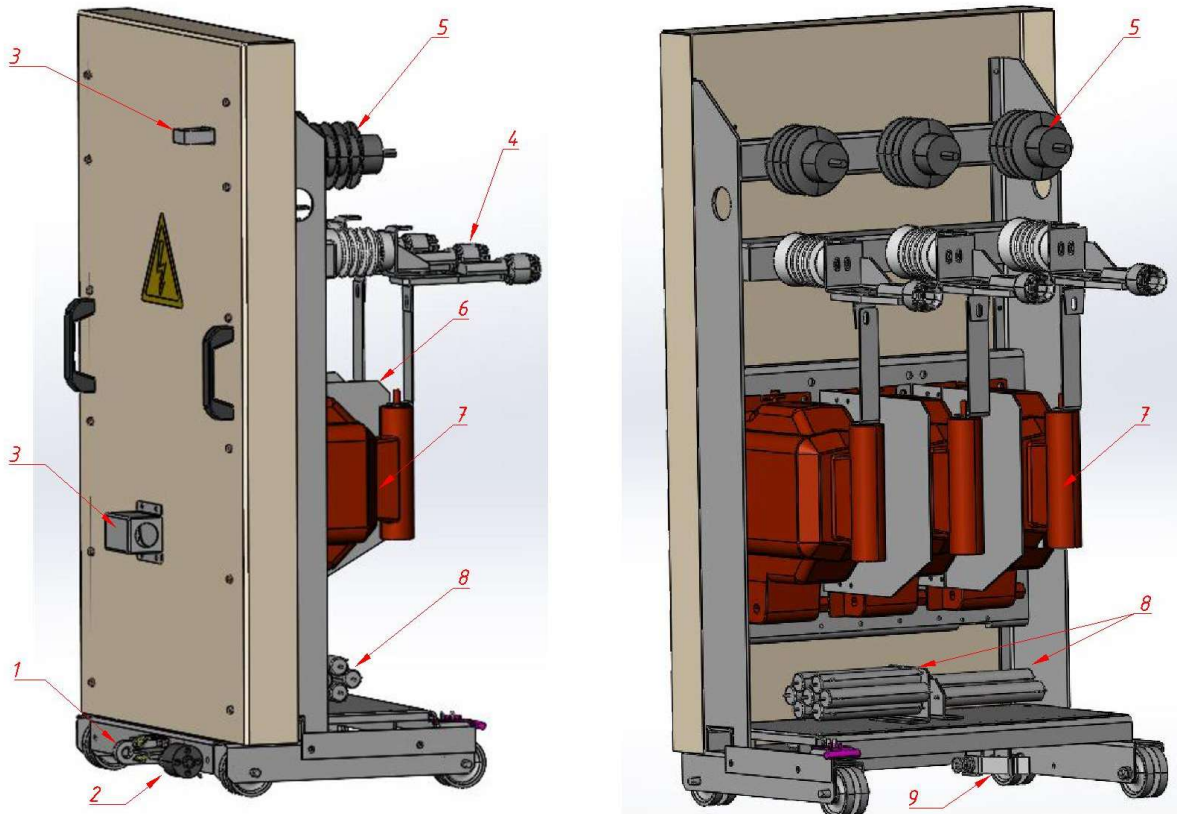
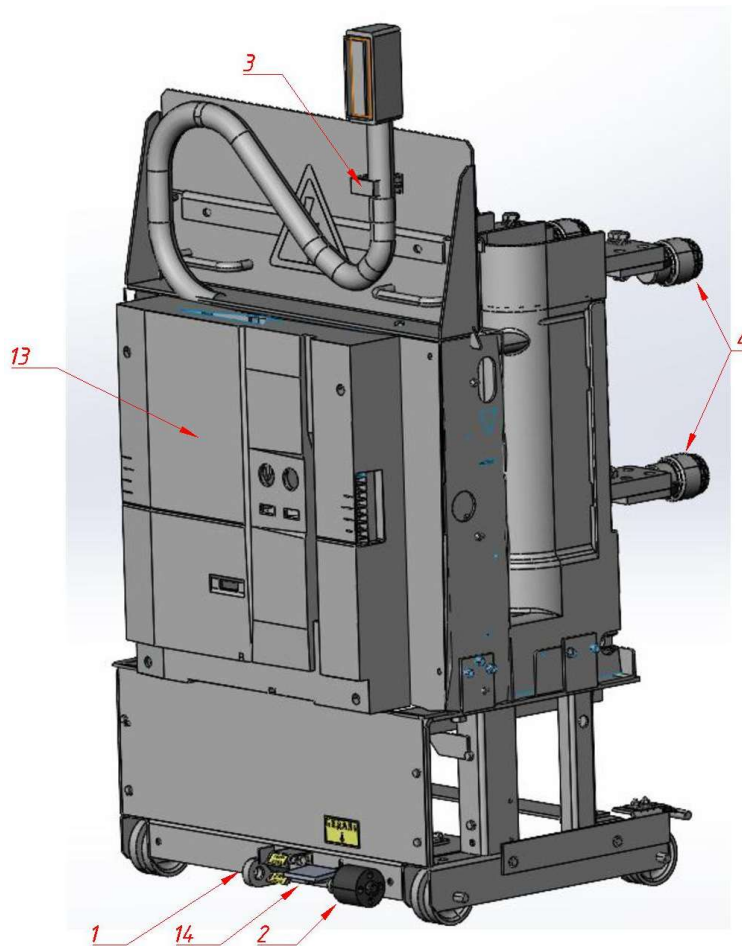

Рисунок 4.3 — Викотний елемент трансформатора напруги
Рисунок 4.5 — Викотний елемент з вакуумним вимикачем
Викотний елемент (візок) являє собою жорстку каркасну конструкцію на колесах. На викотному елементі встановлюються трансформатори напруги, силові запобіжники, вакуумні вимикачі та інші апарати в залежності від типу шафи (Рисунок 4.3 - Рисунок 4.5).
При переході з контрольного положення у робоче (та навпаки) візок зустрічає опір зі сторони зустрічної частини силових контактів. Для повного з'єднання/роз'єднання необхідно прикласти додаткове зусилля та довести візок за допомогою спеціального важеля-доводчика (розділ 4.2.2), який має за точку опори спеціальну скобу (1) Рисунок 4.3.
Конструкція викотних елементів ввідної шафи, шафи секційного вимикача та шаф відхідних ліній однакова. На візок встановлено вакуумний вимикач і на відміну від викотних елементів ТН та ТВП на ньому є фасадна панель ручного керування вимикачем та зведення пружини (Рисунок 4.5). Детально опис вимикача представлено у розділі 4.1.